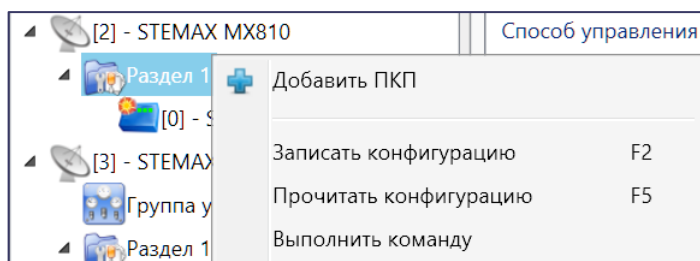

Рис. 4.4. Запись конфигурации раздела в контроллер
3. Щелкните правой кнопкой мыши по строке группы параметров раздела в дереве устройств и в появившемся меню выберите *Записать конфигурацию* (рис. 4.4).